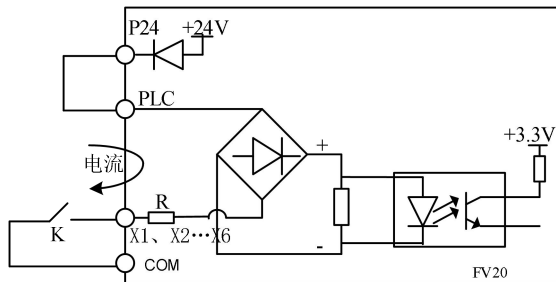

图 4-5 使用内部 24V 电源的连线方式
FV20 多功能输入端子采用了全桥整流电路，如图 4-5 所示。PLC 是 X1~X6 的公共端子，流经 PLC 端子的电流可以是拉电流，也可以是灌电流。X1~X6 与外部接口方式非常灵活，典型的接线方式如下：
1)使用变频器内部的 24V 电源，接线方式如图 4-5。